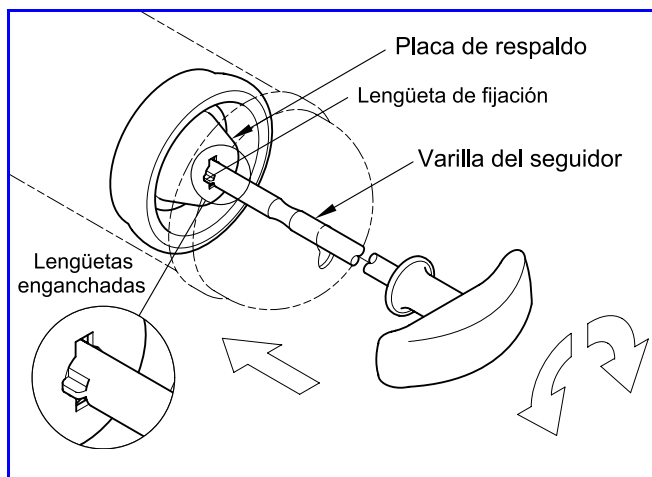

Figura 4 Varilla del seguidor enganchada con la placa
3. Haga girar la varilla y permita que las lengüetas de fijación hagan contacto con la placa posterior. Vea la **Figura 4**.
2. Haga girar la varilla y permita que las lengüetas de fijación hagan contacto con la placa posterior. Vea la **Figura 4**.